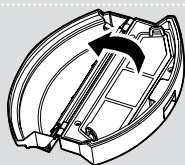

Abb. 19
4. Entfernen Sie alle Filterkomponenten und reinigen Sie sie separat. Der Einbau erfolgt in umgekehrter Reihenfolge. **[Abb. 19,20]**